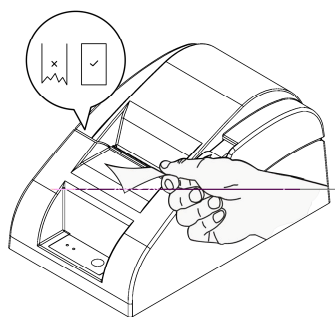

图 4.6-2
- 3) 关闭上盖，撕掉多余纸头，打开打印机电源，打印机进入打印等待状态（如图4.6-2）。